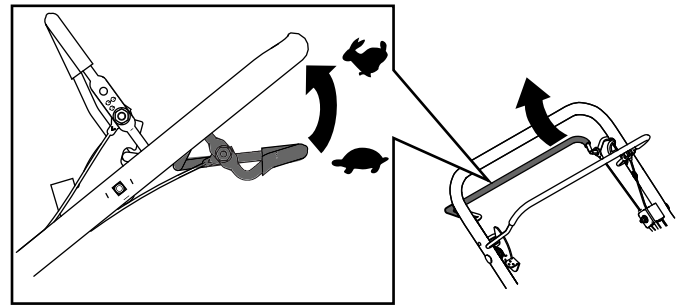

Figura 17
3. Pentru a utiliza maneta pentru propulsia automată, apăsați bara pentru propulsia automată (Figura 17).